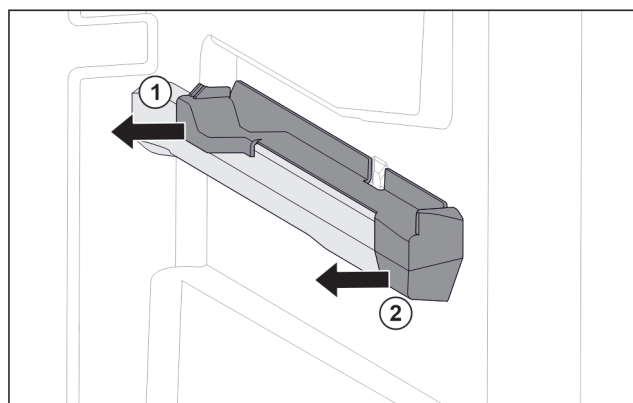

Fig. 26 Nasazovací díl na pravém žebrování na nádoby
- ▶ Stáhněte nasazovací díl vzadu na stranu. Fig. 26 (1)
- ▶ Stáhněte nasazovací díl vpředu na stranu. Fig. 26 (2)